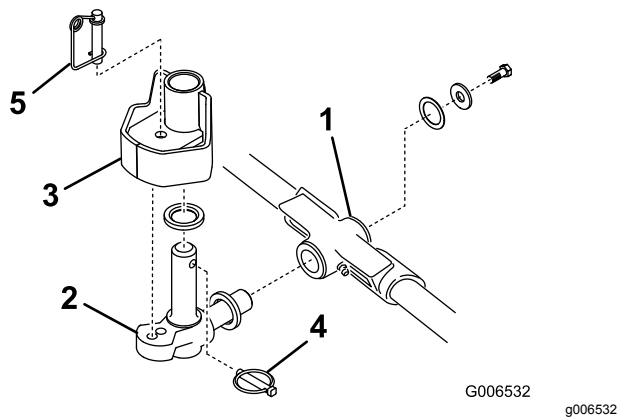

Figura 12
1. Introduza uma anilha de encosto no eixo horizontal da articulação como se mostra na Figura 12.
2. Introduza o eixo horizontal da articulação no tubo de montagem da estrutura de suporte (Figura 12).
3. Fixe a articulação na estrutura de suporte com uma anilha de encosto, uma anilha de cabeça chata e um parafuso de cabeça flangeada (Figura 12).
4. Introduza uma anilha de encosto no eixo vertical da articulação (Figura 12).
5. Se tiver sido removido, introduza o eixo vertical da articulação no encaixe de eixo do braço de elevação (Figura 12).
7. Introduza o pino de sujeição no orifício cruzado existente no eixo da articulação (Figura 12).
Nota: Se a posição da unidade de corte tiver de estar fixa, introduza o pino de bloqueio da direção no orifício de montagem da articulação (Figura 12).
13. Fixe o cabo da mola em volta da parte inferior do pino de bloqueio da direção (Figura 12).